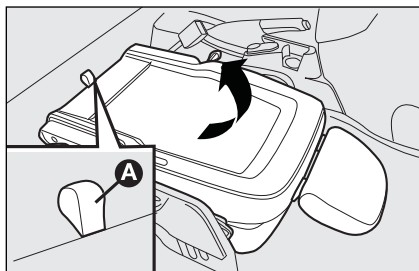

fig. 25
- ☐ pak de lip **A-fig. 25** vast en trek de rugleuning omhoog;